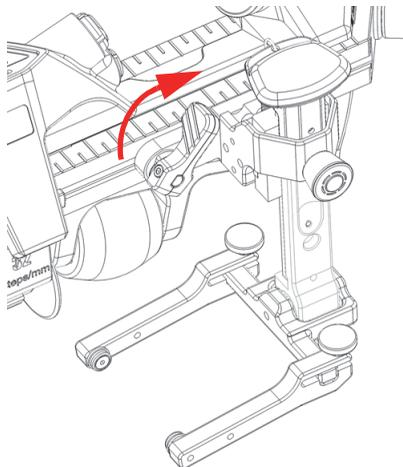

Figure 2-8 Support de sonde fixé en place
4. Tournez le levier de positionnement dans le sens horaire pour verrouiller le support de sonde en place (Figure 2-8 à la page 45).